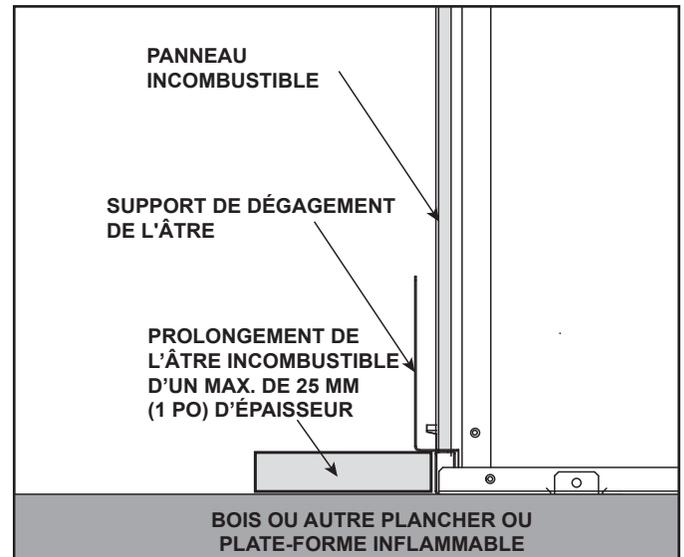

Figure 3.11 Appareil installé sur une surface inflammable
- La base du foyer peut reposer sur une surface inflammable. Voir la figure 3.11. La zone avant de l'appareil doit être protégée par un prolongement de l'âtre incombustible, sauf si l'appareil est surélevé d'au moins 76 mm (3 po) au-dessus du plancher ou de l'âtre inflammable. Voir les figures 3.11 et 3.12.